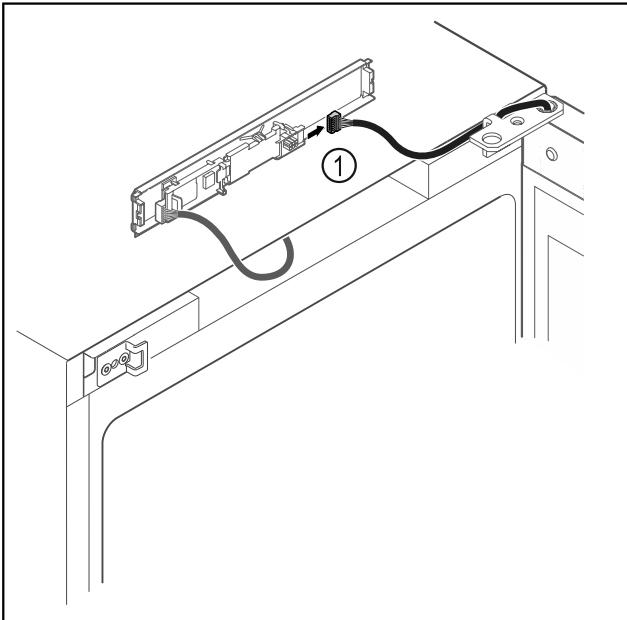

Fig. 18
- ▶ Scoateți fișa Fig. 18 (1) de la placa electronică.